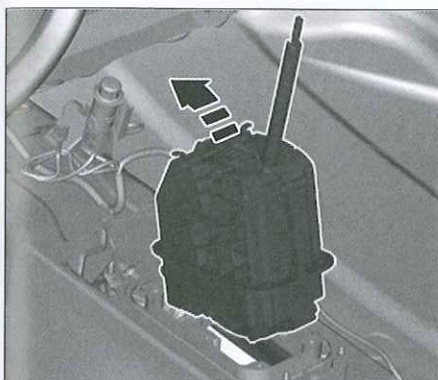

Fig. 28
- Desengrapar el cable de mando de la rótula (2).
- Desmontar el mando de las velocidades (Fig.28).